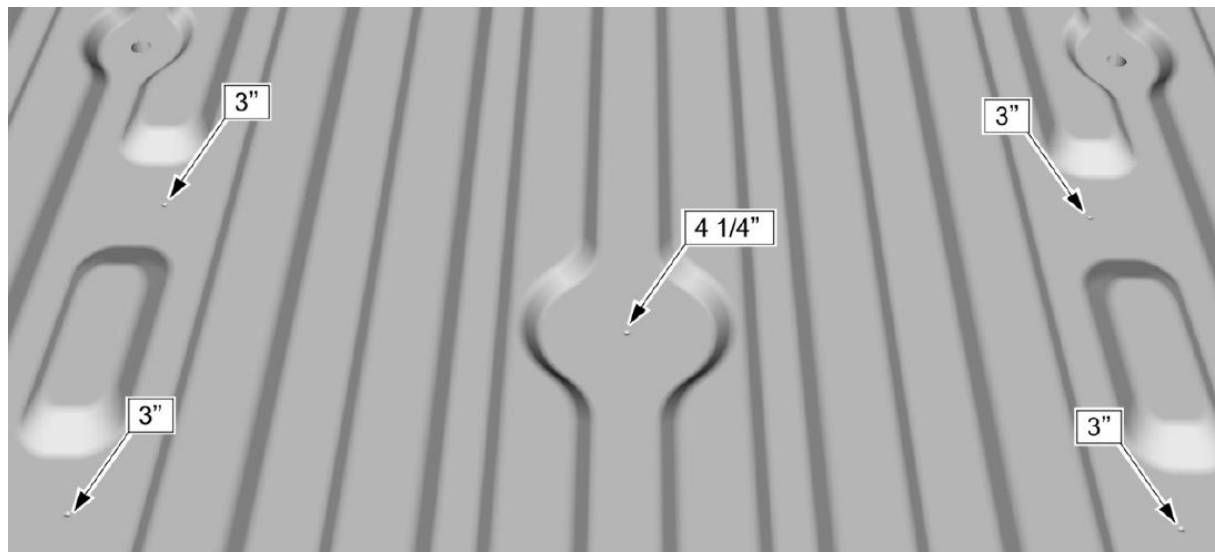

FIGURE 3
2. À l'aide d'une scie trépan de 3", découpez les 4 trous extérieurs du palet (voir figure 3).
3. À l'aide de la scie trépan de 4 1/4", coupez le trou central du col de cygne (voir figure 3).